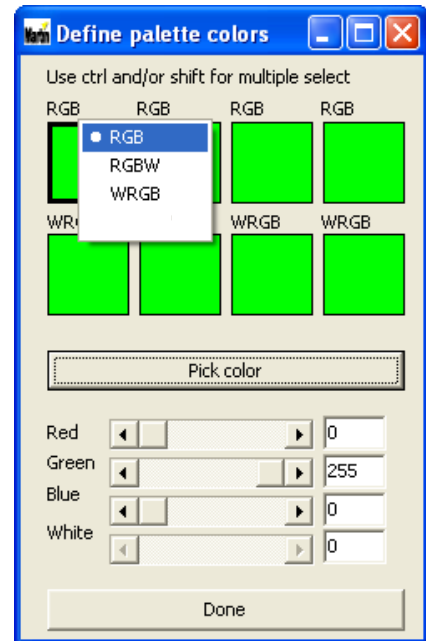

Figura 9: Selección del modo de control de color
- El ajuste de modo de control de color de cada grupo aparecerá sobre cada recuadro correspondiente a un grupo. Para modificar un ajuste, hacer clic con el botón derecho sobre el recuadro correspondiente y aparecerá una ventana de diálogo (observar la Figura 9). Seleccionar **RGB**, **RGBW** o **WRGB** para aplicar el modo seleccionado al grupo correspondiente. Repetir este procedimiento para cada uno de los grupos.